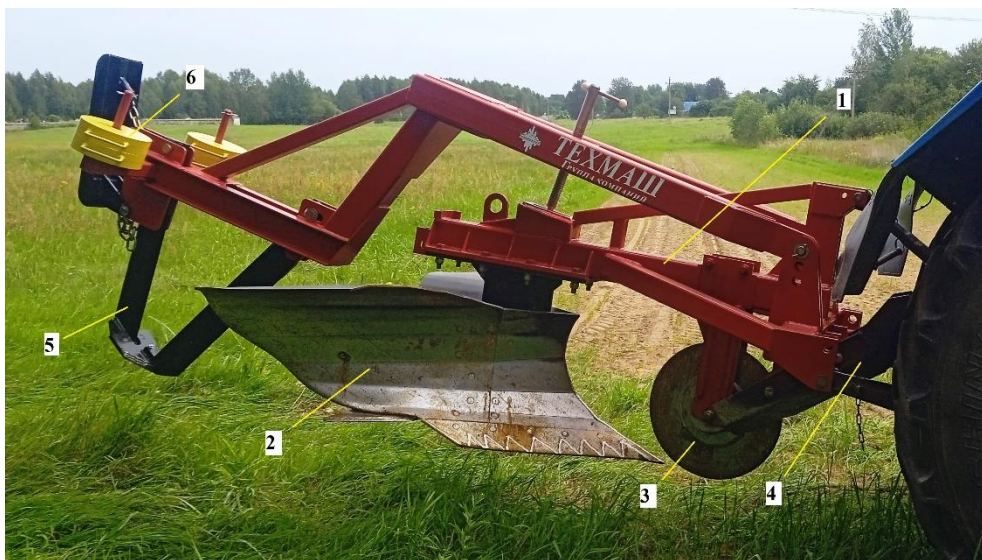

Рисунок 1 – Общий вид плуга лесного ПТЛ-75
3.2 Плуг (рис. 1) состоит из рамы 1 с навесным устройством, корпуса плуга 2, дискового ножа 3, отбойника 4, почвоуглубителя 5 (для модели ПТЛ-75) и грузов 6.